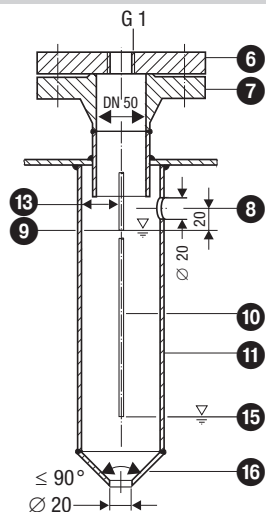

Fig. 4 Beschermbuis (door klant) voor inwendige inbouw
- Een niveauelektrode NRG 10-52, NRG 16-52 kan met een GESTRA-niveauelektrode, een compacte niveauschakelaar of -transmitter in een gemeenschappelijke beschermbuis resp. meetvat worden ingebouwd (binnendiameter 100 mm). **Fig. 4 - 7**. Daarbij moet bij inwendige inbouw de niveauelektrode voor de waterpeilbegrenzing op minimaal 40 mm afstand van de bovenste ontluichtingsopening liggen.
- Het elektrische kruiptraject van 14 mm tussen de elektrode en de massa (flens, tankwand) mag niet worden onderschreden! **Fig. 4 - 7**